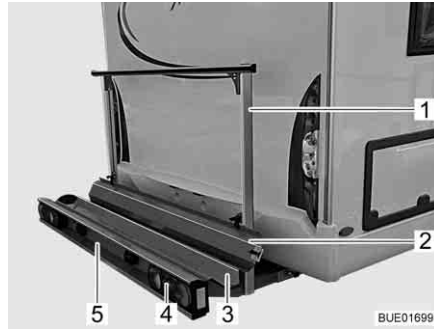
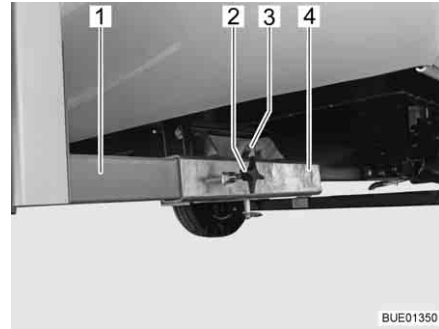

Bild 6 Lastenträger
Bild 7 Befestigung am Fahrzeug
Der Lastenträger (Bild 6) ermöglicht die Mitnahme eines Motorrads oder eines Motorrollers mit einem Gewicht bis zu 130 kg.
- Trägerwanne (Bild 6,3) und Haltebügel (Bild 6,1) mit Befestigung am Fahrzeug (Bild 7)
- Heckleuchten (Bild 6,4)
- Kfz-Kennzeichenbeleuchtung (Bild 6,5)
- Auffahrschiene (Bild 6,2)
Die beiden Längsträger (Bild 7,1) des Lastenträgers sind durch Knebeschrauben (Bild 7,2) an den Vierkantaufnahmen (Bild 7,4) am Fahrzeugboden fixiert. Gesichert ist der Lastenträger durch einen Bolzen (Bild 7,3) mit Sicherungsring.